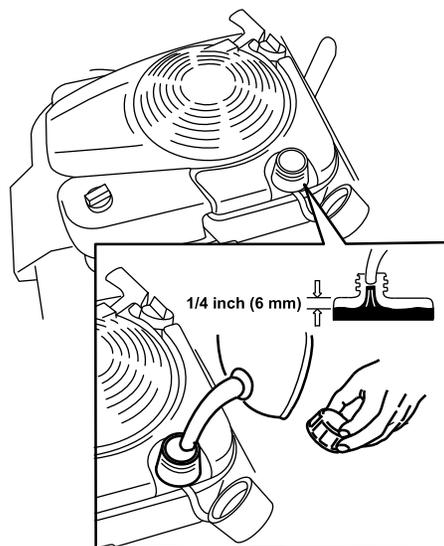

Рисунок 11
1. Очистите область вокруг крышки топливного бака и снимите ее (Рисунок 11).
2. При заполнении топливного бака оставьте не менее 6 мм (1/4 дюйма) до дна заправочной горловины, чтобы обеспечить бензину пространство для расширения (Рисунок 11).